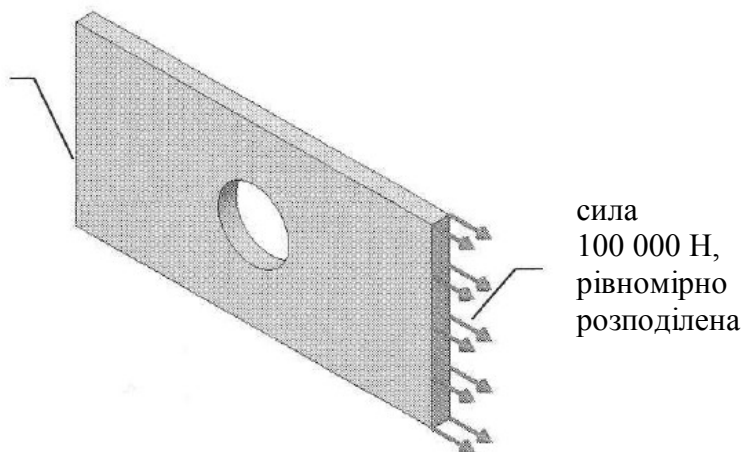

Рис.2.1 Плита
1. Нехай у нас є створена модель плити як зображено на рис. 2.1.
4. Накладіть граничні умови згідно рис. 1 : ліву грань зафіксуйте, а до правої прикладіть силу, що рівномірно розподілена по грані (рис. 2.2-2.3) – **Normal Force** (Перпендикулярная (нормальная) Сила). Правильно укажіть напрям (див. рис. 2.1).